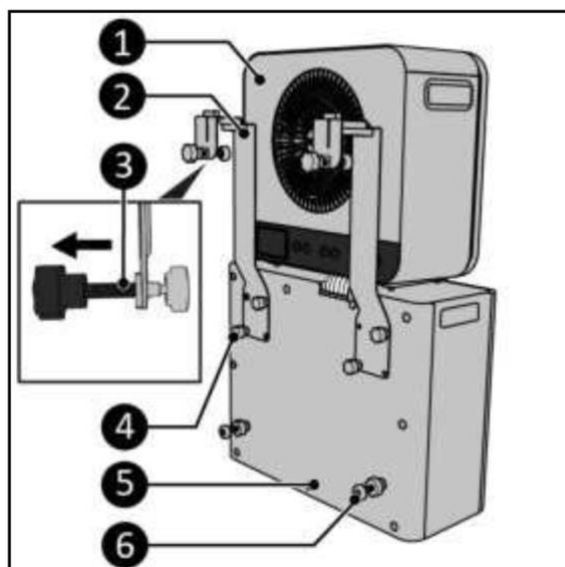

Figura 29.
1. Așezați unitatea interioară (Figura 29, elementul 1) lejer deasupra unității exterioare (Figura 29, elementul 5).
2. Scoateți cele patru capace cu șuruburi (Figura 29, poz. 4).
3. Atașați ambele suporturi inferioare pentru rulotă (Figura 29, poz. 2) la unitatea exterioară folosind două șuruburi pentru fiecare suport (Figura 29, poz. 4).
4. Asigurați-vă că șuruburile de reglare (Figura 29, articolul 3) sunt extinse cât mai mult posibil.
5. Atașați distanțierele (Figura 29, poz. 6) la unitatea exterioară (Figura 29, poz. 5).
13. Asigurați-vă că unitatea exterioară este la nivel, reglați distanțele folosind șuruburile distanțiere (Figura 29, poz. 6).